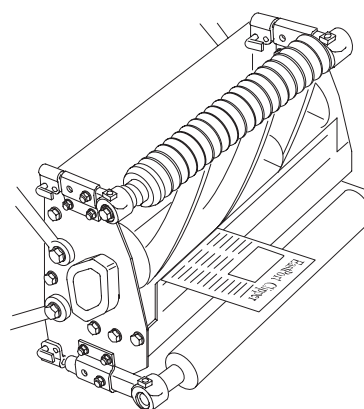

図4
2. Cuttingユニットを立てる（図4）。このとき、ベッドナイフ調整ノブが台に触れているとベッドナイフの位置が狂うので、ノブを浮かせる。フレームの丸パイプに角材などをかますと良い。
4. リールの一端部で、ベッドナイフとの間に乾いた新聞紙片を差し入れ（図4）、手でリールをゆっくり回す。新聞紙がきれいに切れなければいけない。同じことをリールの他端でも行う。きれいに切れない場合は、調整ノブを1ノッチずつ、最高2ノッチまで締めてみる。これで紙片がきれいに切れるようになればよい。切れない場合は次の手順に進む。